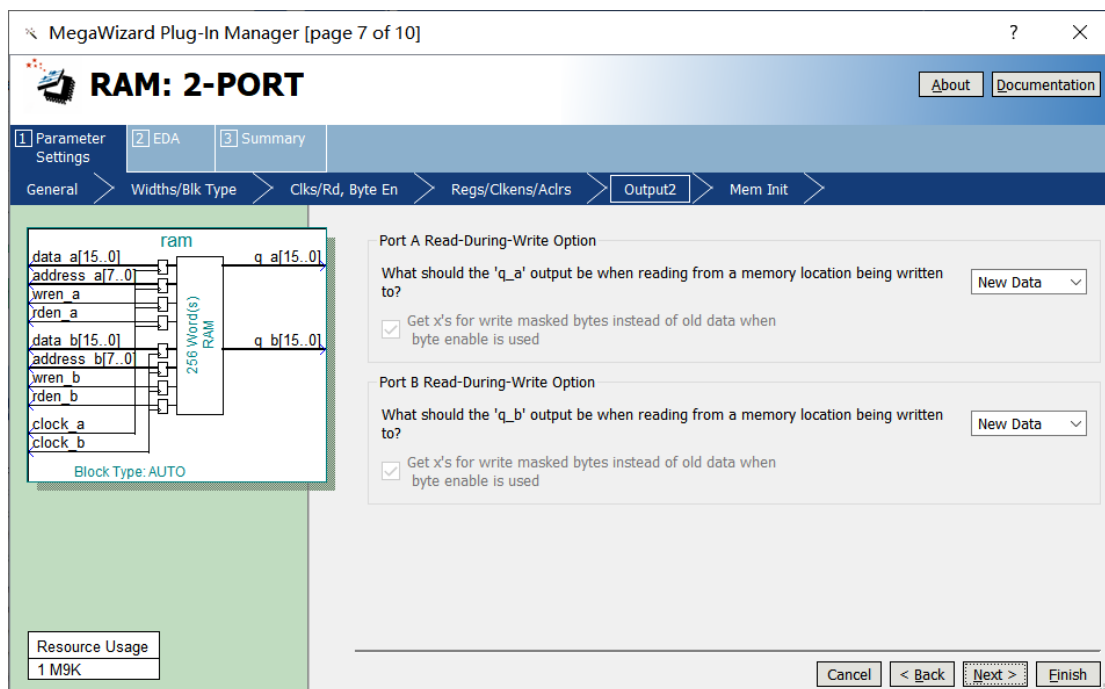

图 16-11
9、选择读出的数据是新数据还是老数据，一般设置新数据（New Data），如图 16-11 所示。